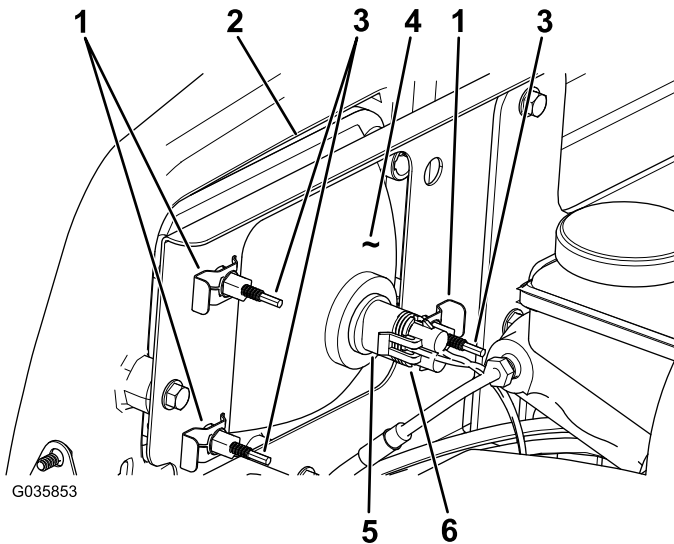

Figura 53
8. Ligue o conector elétrico para a cablagem ao conector do conjunto da lâmpada (Figura 53).
3. Desligue o conector elétrico para a cablagem do conector do conjunto da lâmpada (Figura 53).
4. Retire os cliques rápidos que fixam o farol ao respectivo suporte (Figura 53).
5. Retire o conjunto do farol movendo-o para a frente através da abertura no pára-choques dianteiro (Figura 53).
6. Instale o novo farol através da abertura no pára-choques (Figura 53).
2. Na parte traseira do conjunto de faróis, rode os parafusos de ajuste (Figura 53) para inclinar o conjunto dos faróis e alinhar a posição do feixe.